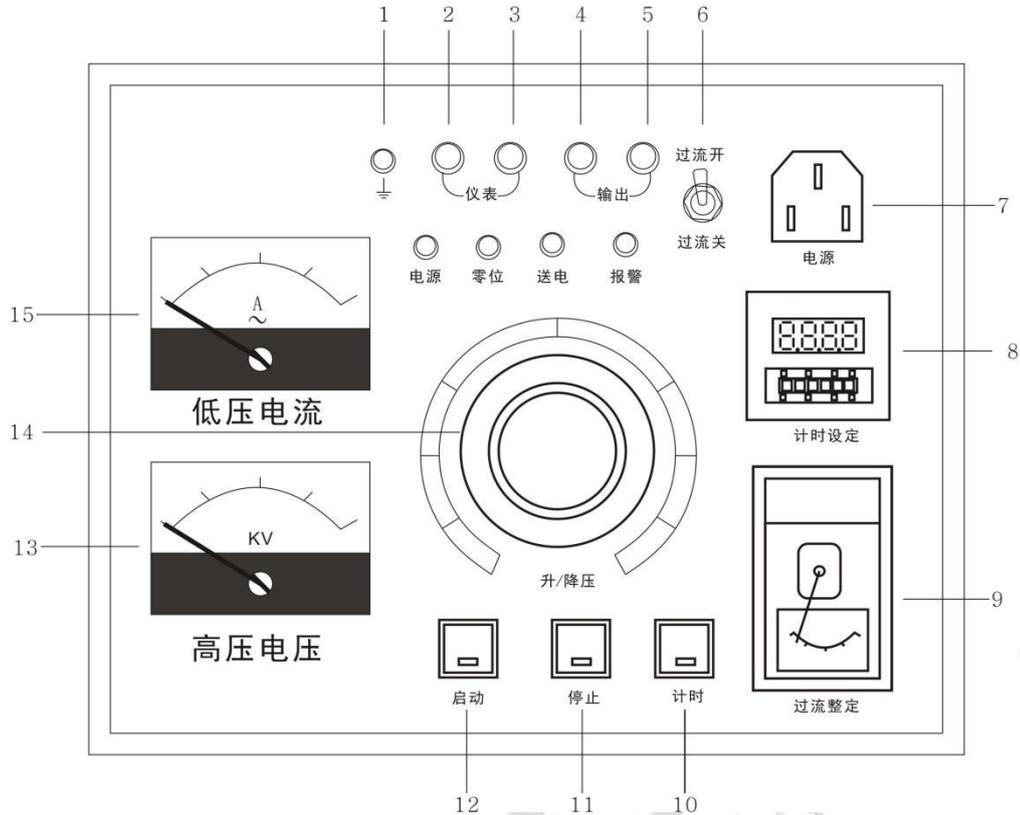

图2 试验变控制箱布局图
2. 试验变压器控制箱：本套设备所配备的试验变控制箱由接触式调压器及其控制、保护、测量、信号电路组成。它是通过接入 220V 工频电源，调节调压器（即试验变压器的输入电压），以获得所需要的试验高压电压值。具有合闸声光报警、计时声光报警、电子式低压电流保护、高压电压直读、耐压试验时间自由设定（数显）等功能。试验变控制箱结构图如图 2。